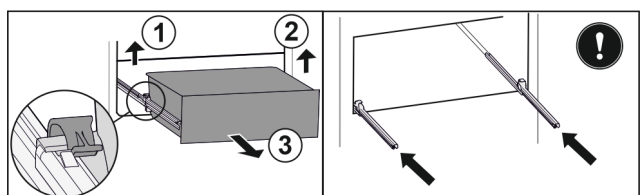

Fig. 201
- ▶ Приподнимите левый зажим и одновременно вытяните движением вперед выдвижной ящик слева. Fig. 201 (1)
- ▶ Приподнимите правый зажим и одновременно вытяните движением вперед выдвижной ящик справа. Fig. 201 (2)
- ▶ Извлеките выдвижной ящик движением вперед. Fig. 201 (3)